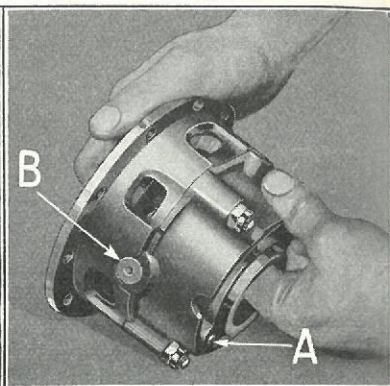

Fig. 348
- 597** Undersøg Differentialhusene — højre og venstre. Se efter, at Godset ikke er revnet, at Sæderne for Krydset ikke er udslidt, at de indre Slidflader i Differentialhusene ikke er slidt samt at Stiften »A« (Fig. 348) passer stift i Huset. Hvis Stiften er meget slidt, indsættes en ny.
- 598** Undersøg om Krydset passer stramt i Sæderne i Husene, naar disse er boltede sammen som vist ved »B« (Fig. 348).